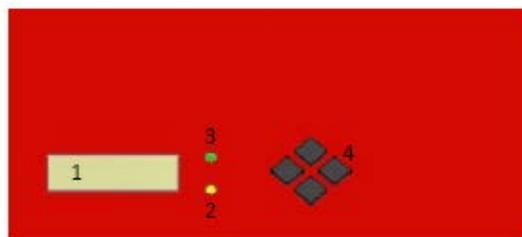

Рисунок 16. Передняя панель пользовательского интерфейса
Горелка контролируется с помощью пользовательского интерфейса на передней панели (Рис. 16). ЖК-экран (1) отображает основное меню, меню настроек, информационное меню, актуальный статус горелки и журнал событий. Желтый индикатор (2) показывает наличие пламени в камере сгорания. Если он мигает, то возникли проблемы с функционированием горелки.